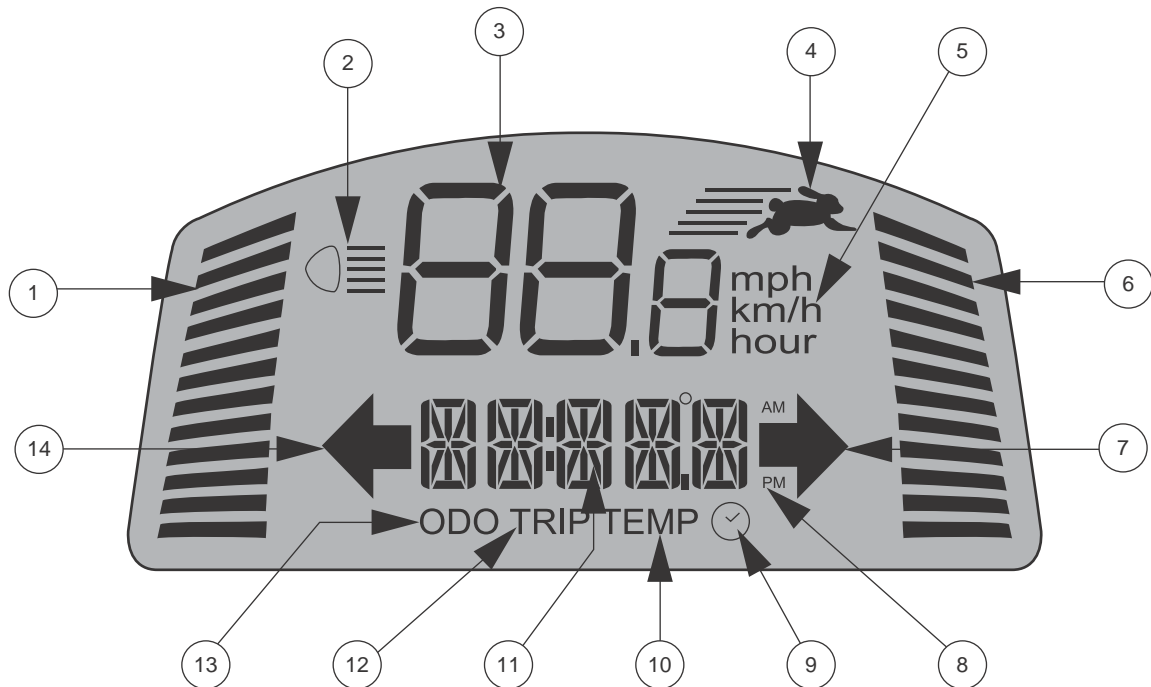

Abb. 2. LCD-Bildschirm
- Drücken Sie den High-Low-Knopf einmal, um die Geschwindigkeit auf "High" ("Hoch") einzustellen. Die High-Low-Anzeige wird auf dem LCD-Bildschirm angezeigt. **Siehe Abb. 2.** Wenn Sie diese Einstellung zusammen mit den Einstellungstasten für die Geschwindigkeit verwenden, kann das Personal Elektromobil Geschwindigkeiten bis zur voreingestellten Maximalgeschwindigkeit des Personal Elektromobils erreichen.
Mit Hilfe dieser Einstellknöpfe können Sie die Geschwindigkeit Ihres Personal Elektromobils vorauswählen und begrenzen. Angezeigt wird sie in der Anzeige für die Maximalgeschwindigkeit auf dem LCD-Bildschirm. **Siehe Abb. 2.**
**HINWEIS:** Je mehr Balken in der Anzeige für die Maximalgeschwindigkeit angezeigt werden, desto höher ist Ihre voreingestellte Maximalgeschwindigkeit. Siehe Abb. 2.
Das LCD-Bedienfeld bietet praktische und intuitiv verständliche Rückmeldungen auf dem LCD-Bildschirm. **Siehe Abb. 2.** Der LCD-Bildschirm wird auch während der Einrichtung (Aktivierung) der unterschiedlichen Bedienfeld-Einstellungen verwendet. **Siehe Tabelle 1.**